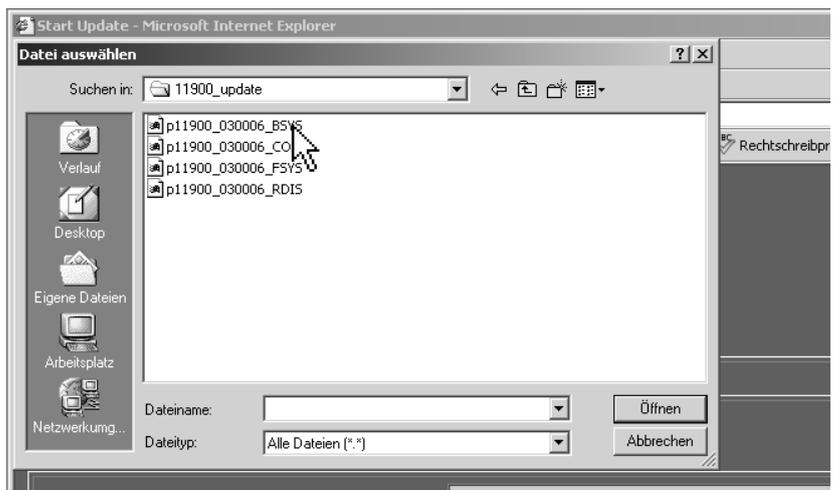

Bild 8-4: Dialog zum Auswählen der Update-Datei
4. Wählen Sie über den jetzt angezeigten Dialog das Verzeichnis aus, in dem Sie die **vier** erforderlichen Update-Dateien abgelegt haben. Wählen Sie als erstes die Datei „**p11900\_xxxxxx\_BSYS**“ aus und klicken Sie anschließend auf „Öffnen“ (siehe Bild 8-4). „xxxxxx“ steht dabei für die Versionsnummer (siehe Abschnitt 6.4.).